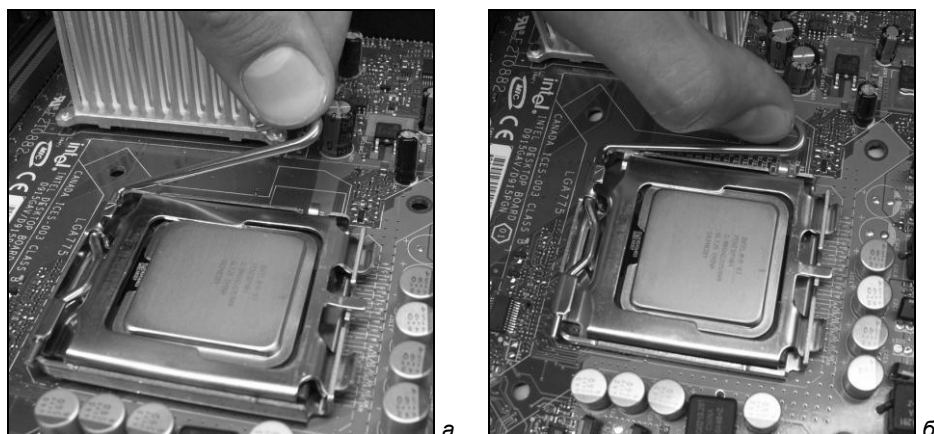

Рис. 12.12. Закрытие прижимного устройства в разьеме LGA
Установите процессор в разъем и закройте рамку прижимного устройства, поверните прижимной рычажок и заведите его за крючок на разъеме (рис. 12.12).
- ❑ Слегка надавите на угол крепежной пластины большим пальцем правой руки при переключении установочного рычажка, иначе он отскочит назад и может повредить контакты (см. рис. 12.12).